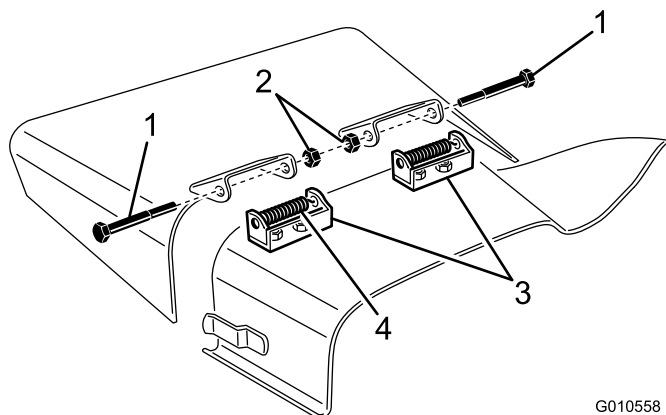

Figura 29
4. Retire os 2 parafusos, porcas de bloqueio e molas que fixam o deflector aos apoios de articulação (Figura 29).
5. Para remover os apoios de articulação, retire os parafusos de carroçaria e porcas (Figura 29).